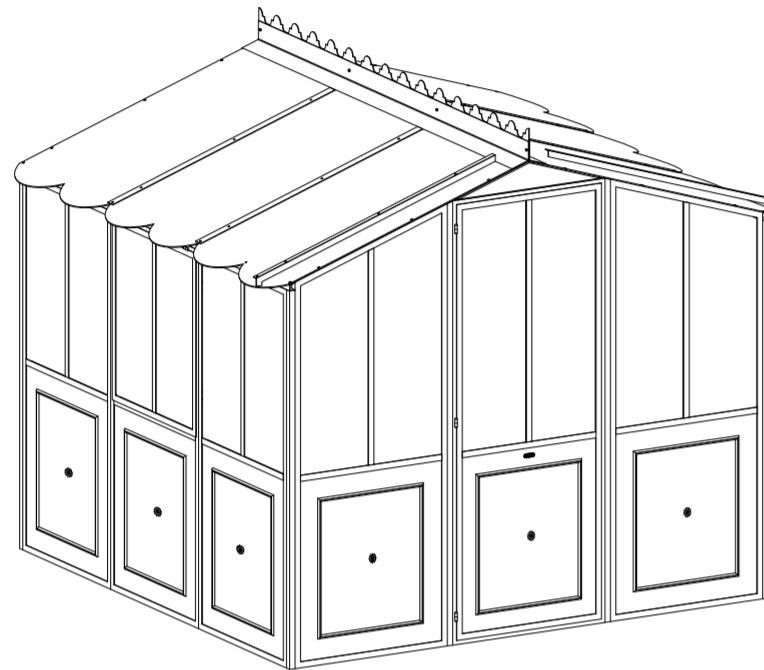

fig. 46
**I** Posizionare i profili ad "L" di rifinitura (si riconoscono perché tagliati obliquamente) come da fig. 46 (cod. KITSTRAU) sui quattro lati della struttura. Fissare un profilo alla volta con le apposite viti tenendo presente che insieme alle rifiniture andranno inseriti i profili ad "L" per il bloccaggio superiore degli schermi di policarbonato dei pannelli frontali (cod. PSFRDX o PSFRSX - si riconoscono perché inclinati nella parte superiore del telaio) come in fig. 47.
**GB** Position the finishing "L" profiles (identifiable by the oblique cut) as shown in fig. 46 (code KITSTRAU) on the four sides of the structure. Fix one profile at a time with the screws provided, keeping in mind that, together with the finishing pieces, the "L" profiles will be inserted to clamp the upper part of the polycarbonate screens to the front panels (codes PSFRDX or PSFRSX - identifiable because the upper part of the frame is sloped) as shown in fig. 47.
**F** Positionner les profils en "L" de finition (ils se reconnaissent à leur coupe oblique) comme indiqué en fig. 46 (cod. KITSTRAU) sur 4 côtés de la structure. Fixer un profil à la fois avec les vis en tenant compte du fait qu'avec les finitions il sera inséré les profils en "L" pour le blocage supérieur des écrans en polycarbonate des panneaux frontaux (cod. PSFRDX ou PSFRSX - reconnaissables car inclinés dans la partie supérieure du châssis) (fig. 47).
**E** Emplazar los perfiles en "L" de decoración (su corte es oblicuo) como se indica en la fig. 46 (cód. KITSTRAU) sobre los cuatro laterales de la estructura. Atornillar un perfil a la vez teniendo en cuenta que, junto a los perfiles de decoración, se deben introducir los perfiles en "L" que bloquean la parte superior de las pantallas de policarbonato de los paneles frontales (cód. PSFRDX o PSFRSX, inclinados en la parte superior del bastidor) como se indica en la fig. 47.
**D** Die "L"-Profile (daran zu erkennen, dass sie schräg abgeschnitten sind) wie auf Abb. 46 dargestellt (Art. KITSTRAU) auf den vier Seiten der Struktur positionieren. Ein Profil nach dem anderen mit den dafür vorgesehenen Schrauben befestigen. Zusammen mit den Abschlüssen werden die "L"-Profile eingesetzt, um die Polycarbonatscheiben der vorderen Platten (Art. PSFRDX oder PSFRSX - (an der schrägen Oberseite des Rahmens zu erkennen) wie auf Abb. 47 dargestellt oben zu blockieren (Abb. 47).